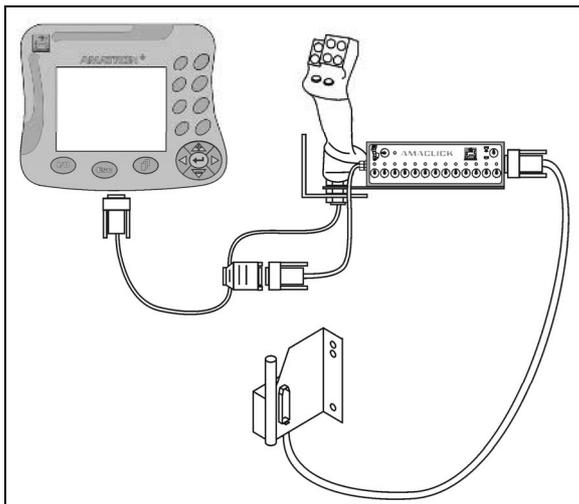

Рис. 115
- с джойстиком в соответствии с Рис. 115;